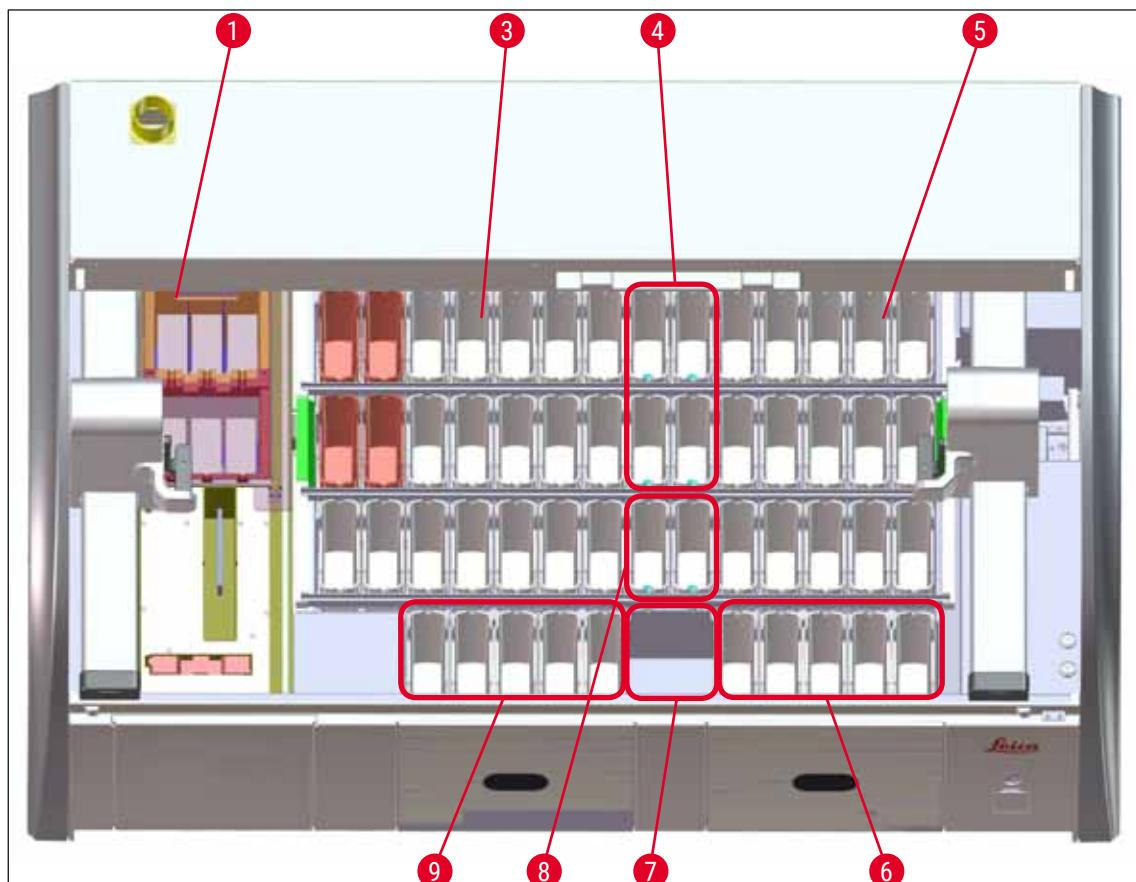

Fig. 64
- Dupliserte stasjoner må være på samme side av beholderfeltet (→ "Fig. 39") (→ "Fig. 64"). Ellers kan ikke justeringen av fargebadlayouten lagres.
- (→ "Fig. 64") viser en oversikt over de forskjellige stasjonene i beholderfeltet.